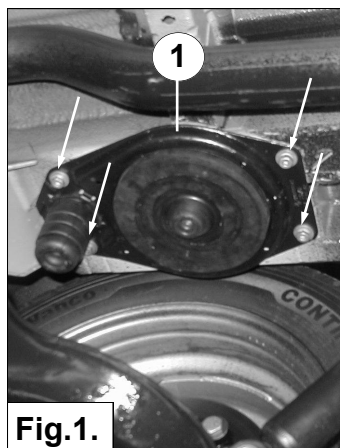

Fig.1.
3. Demontieren Sie die obere Platte 1 durch die 4 Bolzen zu lösen. Sehe fig. 1.
3. Démontez la plaque supérieure 1 en desserrant les 4 boulons. Voir fig. 1.